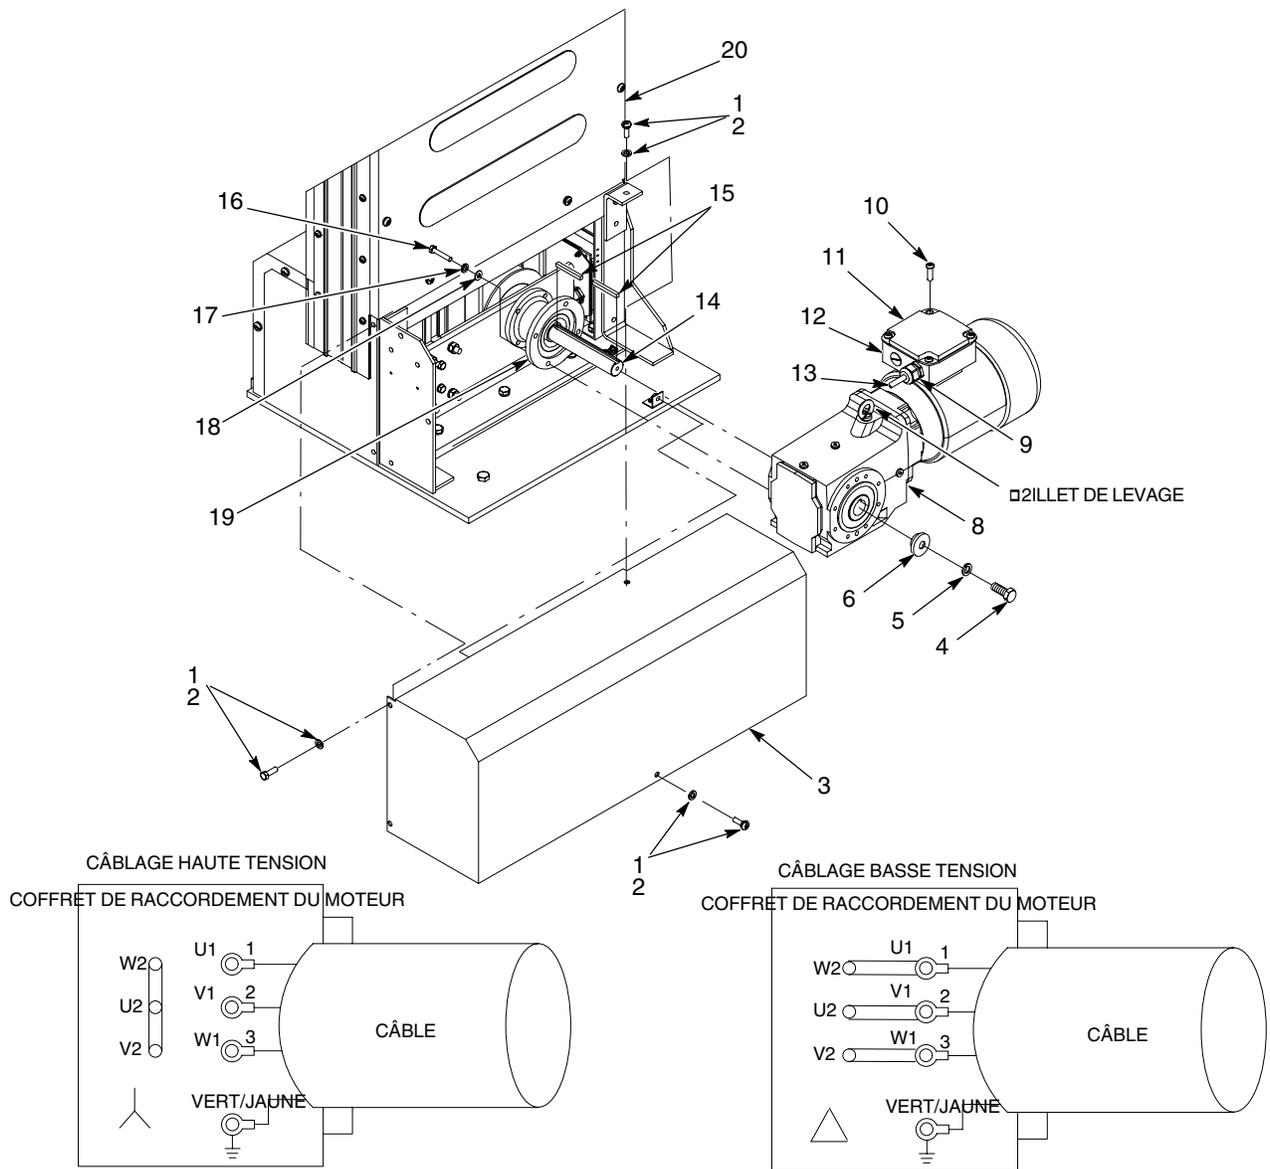

Fig. 19 Remplacement du motoréducteur
1. Voir la figure 19. Retirer les vis (1) et les rondelles freins (2) qui fixent le capot (3) au mécanisme de va-et-vient (20).
- a. Retirer les vis (10) qui fixent le capot (11) au coffret de raccordement du motoréducteur (12).
- b. Desserrer l'anti-traction (9) du câble.
- c. Débrancher les fils dans le coffret de raccordement (12). Tirer prudemment le câble (13) hors du coffret de raccordement (12).
3. Retirer la vis (4), la rondelle frein (5) et la rondelle (6) qui fixent le motoréducteur (8) à l'arbre d'entraînement (14).
4. Retirer les vis (16), les rondelles frein (17) et les rondelles (18) qui fixent le motoréducteur (8) au support du motoréducteur (19).
5. Retirer le motoréducteur (8) de l'arbre (14). Retirer les clavettes d'arbre (15) de l'arbre d'entraînement (14).
1. Voir la figure 19. Effectuer les opérations suivantes :
- a. Poser les clavettes d'arbre (15) sur l'arbre d'entraînement (14) comme illustré.
- b. S'assurer que la rainure de clavette sur le motoréducteur (8) est aligné avec les clavettes d'arbre (15) sur l'arbre (14). Glisser le motoréducteur sur l'arbre. Vérifier qu'il n'existe aucun interstice entre la face du motoréducteur (8) et son support (19).
- c. Fixer le motoréducteur (8) sur son support (19) à l'aide des rondelles (18), des rondelles frein (17) et des vis (16). Serrer les vis à 25 N•m (18,5 ft-lb).
- d. Fixer l'arbre d'entraînement (14) au motoréducteur (8) à l'aide de la rondelle (6), de la rondelle frein (5) et de la vis (4). Serrer la vis à 25 N•m (18,5 ft-lb).
- a. Insérer le câble (13) dans l'anti-traction (9). Raccorder les fils du câble dans le coffret de raccordement (12) comme illustré.
- b. Serrer l'anti-traction (9) du câble.
- c. Fixer le capot (11) sur le coffret de raccordement (12) à l'aide des vis (10). Serrer fermement les vis.